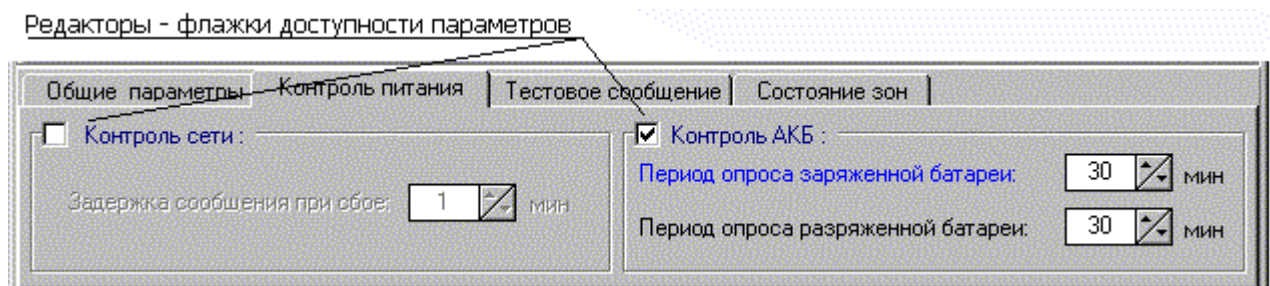

Рис. 3.15. Страница «Контроль питания»
**На второй странице «Контроль питания» (рис.3.15) расположены следующие элементы:**